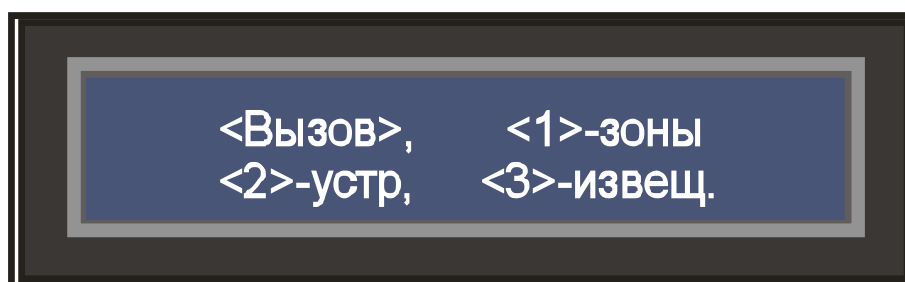

Рис. 6. Вид меню службы охраны
При предъявлении пропуска «Служба охраны» на дисплее включается подсветка, появляется строка **«СОТРУДНИК СЛУЖБЫ ОХРАНЫ»**, а затем следующее меню (см. рисунок 6):
1) Предъявить пропуск «Служба охраны». На дисплее включится подсветка, появится надпись «СОТРУДНИК СЛУЖБЫ ОХРАНЫ» и появится меню службы охраны (см. рисунок 6).
1) Предъявить пропуск «Служба охраны». На дисплее включится подсветка, появится надпись «СОТРУДНИК СЛУЖБЫ ОХРАНЫ» и далее меню службы охраны (см. рисунок 6).
1) Предъявить пропуск «Служба охраны». На индикаторной панели включится подсветка, появится надпись «СОТРУДНИК СЛУЖБЫ ОХРАНЫ» и далее меню службы охраны (см. рисунок 6).